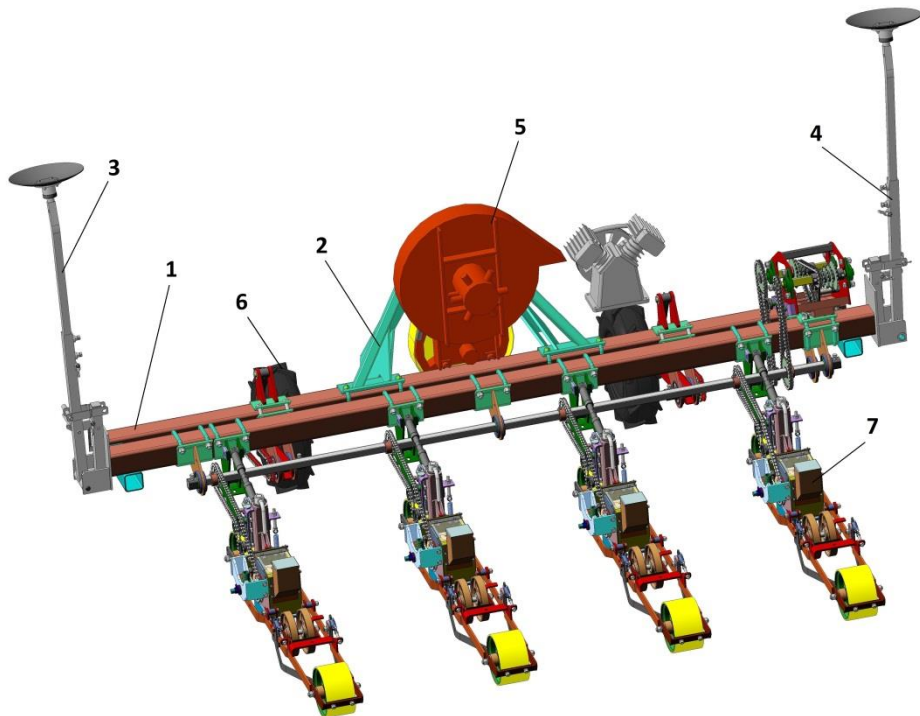

Рисунок 1 – Общий вид сеялки СПО-4 (междурядье 70/75)
3.1 Сеялка состоит из сварной рамы 1 (рис. 1), на которую устанавливаются навеска 2, маркеры 3 и 4, вентилятор 5, приводной механизм 6 и высевальные секции 7.